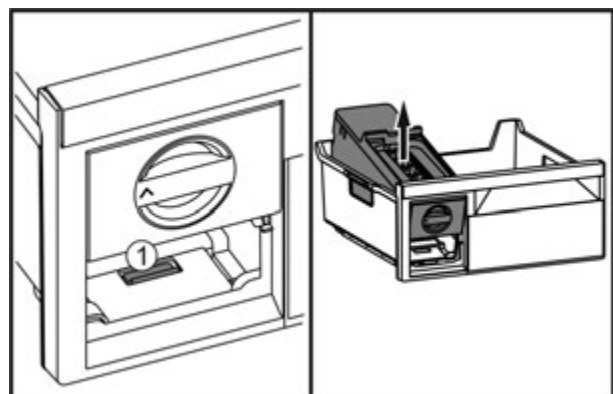

Fig. 47
- ▶ Натиснути на накладку Fig. 47 (1), EasyTwist-Ice підняти ззаду і витягнути з висувного ящика для заморожування.